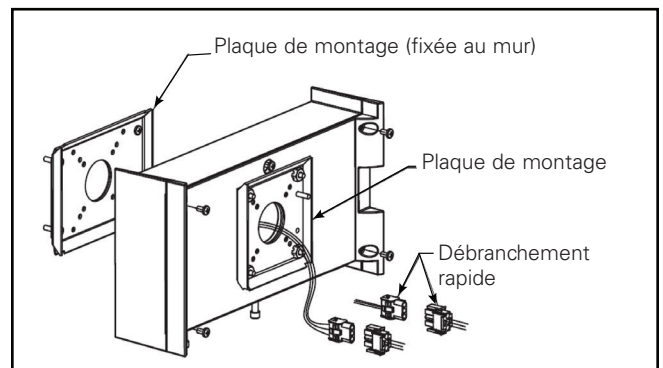

Figure 3.
9. Tirez les fils d'alimentation à travers le trou central et réinstallez le couvercle de la boîte passe-fil au logement de la boîte passe-fil (Figure 3).